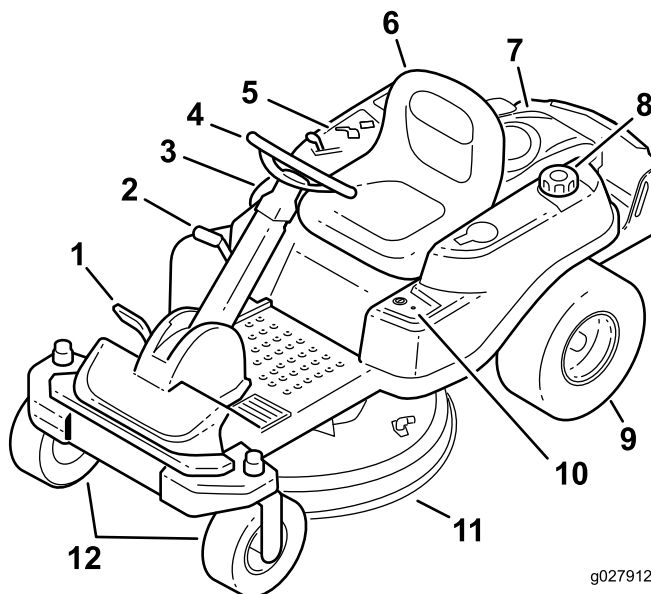
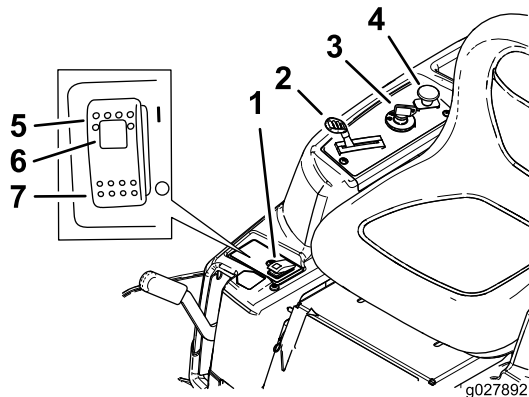

Figure 4
Figure 5
Avant de mettre le moteur en marche et d'utiliser la machine, familiarisez-vous avec toutes les commandes ; voir Figure 4 et Figure 5.
Le commutateur d'allumage a 3 positions : ARRÊT, CONTACT et DÉMARRAGE. La clé tourne jusqu'à la position DÉMARRAGE et revient automatiquement en position CONTACT lorsqu'elle est relâchée. Tournez la clé à la position ARRÊT pour couper le moteur. Enlevez toujours la clé de contact avant de quitter la machine pour éviter tout démarrage accidentel (Figure 5).
L'accélérateur et le starter sont combinés dans une seule commande. L'accélérateur commande le régime moteur et peut se régler à l'infini entre bas régime et haut régime. Engagez le starter en poussant la commande après la position Haut régime jusqu'à la butée (Figure 5).
La commande des lames (PDF) engage et désengage les lames du plateau de coupe (Figure 5).
- En poussant la commande SmartPark™ à la position activée (Figure 5).